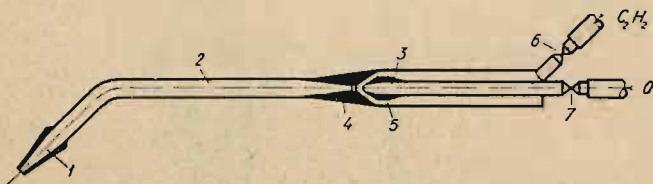
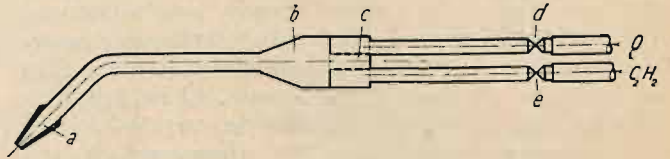

Fig. 13. Palnik injektorowy.
Fig. 14. Palnik o dyszy mieszankowej
- 1) palniki injektorowe (fig. 13).
- 2) palniki o dyszy mieszankowej (fig. 14)
Palniki injektorowe (fig. 13) są obecnie bardziej rozpowszechnione od palników o dyszy mieszankowej (fig. 14). Schematycznie przedstawione są one na fig. 13 i 14. Główną częścią palnika injektorowego jest injektor, składający się z centralnie osadzonego otworu dla tlenu (3) (który to gaz znajduje się pod wysokim ciśnieniem), oraz stożkowato do pierwszego osadzonego drugi otwór dla acetyleny (5) (produkowanego w wytwórnicę — niskie ciśnienie). Wypływający z wielką chyżością tlen z otworu środkowego, wysysa z otworu stożkowego acetylen, przyczem mieszanka ta zostaje w komorze mieszanki zagęsz-
Działanie palnika o dyszy mieszankowej fig. 14 jest prostsze. Tutaj wychodzą oba gazy, (znajdujące się pod ciśnieniem) przez dyszę mieszan-